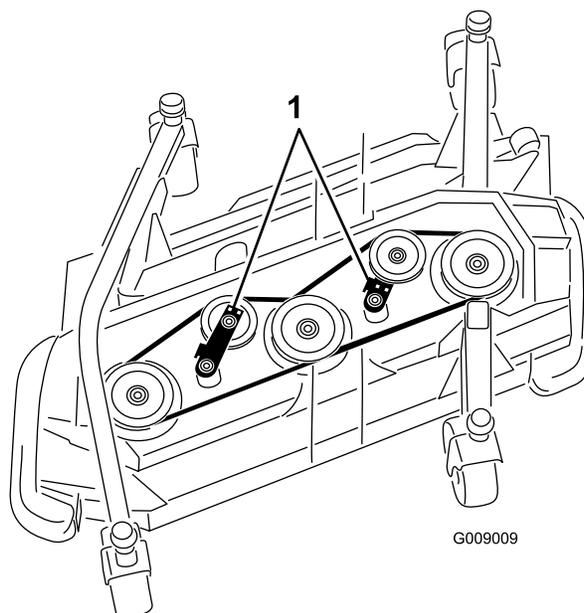

Рисунок 117
5. Используя гаечный ключ с храповиком или аналогичный инструмент, отодвиньте натяжной ролик от приводного ремня, чтобы ослабить ремень и снять его со шкивов (Рисунок 117).